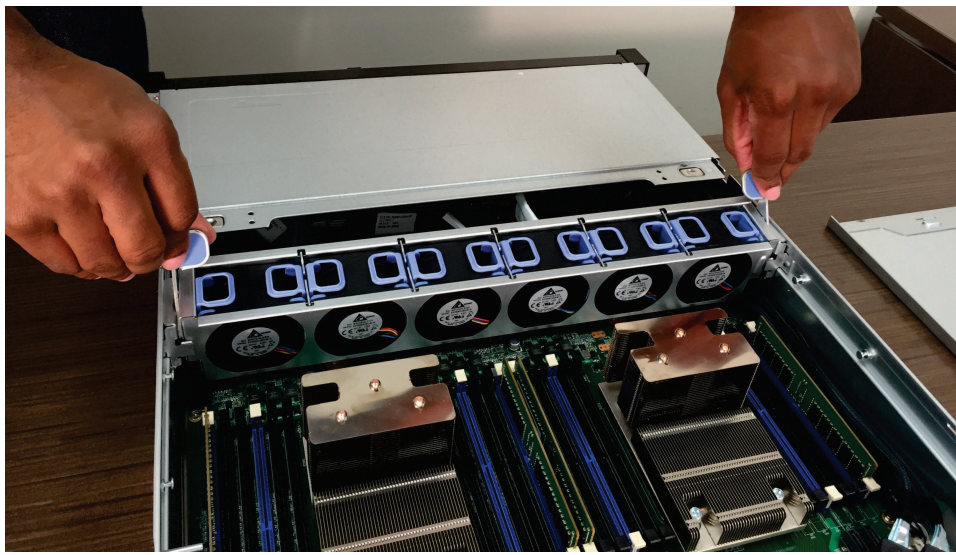

図 180. ファン・ブラケットの取り外し
2. 図 180 に示すように、ファン・ブラケット・リリース・ラッチをそれぞれ内側に押して、ファン・ブラケットを持ち上げてサーバーから取り外します。